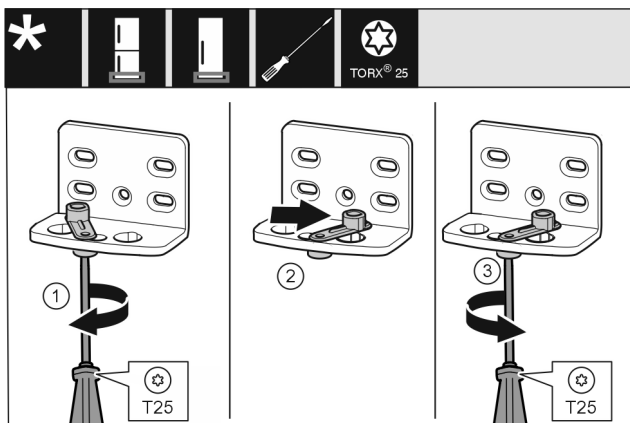

Fig. 14
- ▶ Odvijačem T25 labavo zavijte vijak. Fig. 14 (1)
- ▶ Podignite pomagalo za zatvaranje vrata i okrenite ga za 90° udesno u provrt. Fig. 14 (2)
- ▶ Odvijačem T25 čvrsto pritegnite vijak. Fig. 14 (3)